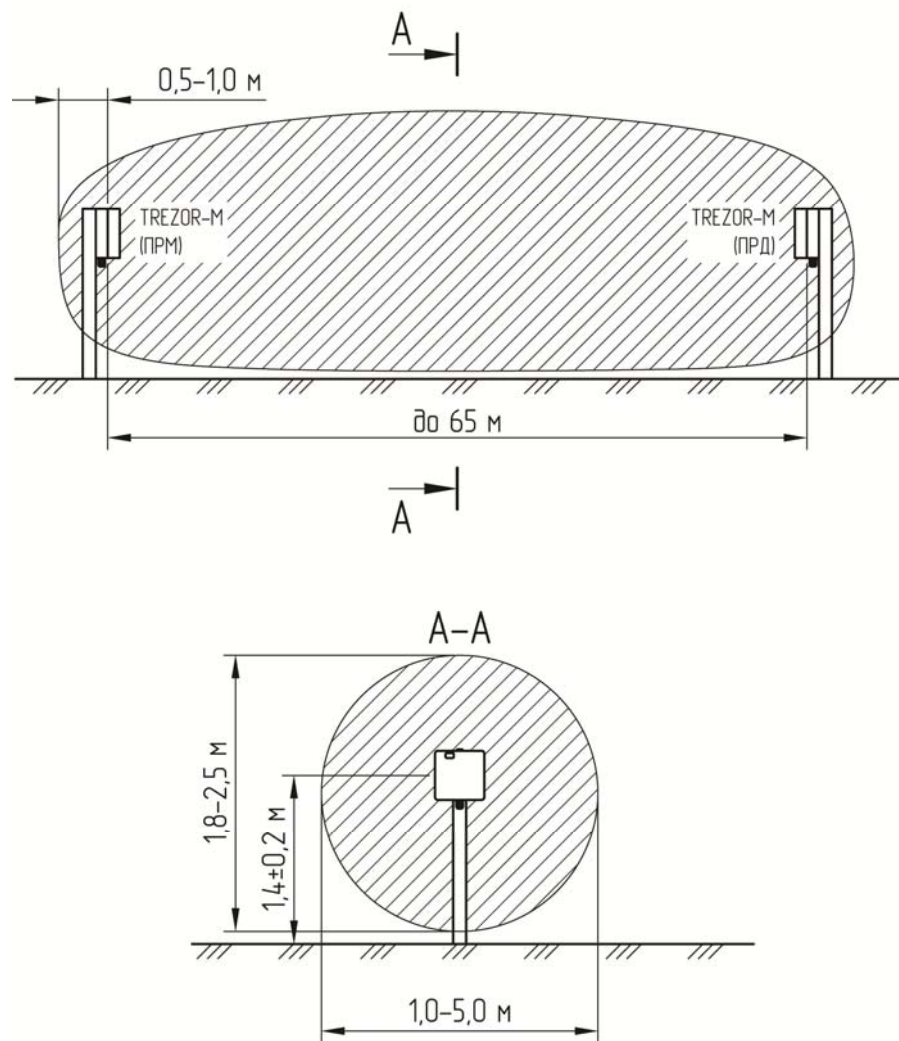

Рисунок 5.3. Конфигурация зоны обнаружения по человеку
- 6.1. Извещатель может быть установлен в зоне открытого пространства на опорах вдоль ограждения (расстояние от ограждения не менее 1 метра при длине участка до 35 м и не менее 2 м при длине участка более 50 м), на кронштейнах по верху ограждения или стенах (рис. 5.3.), по краю крыши здания, а также в помещении по его периметру.